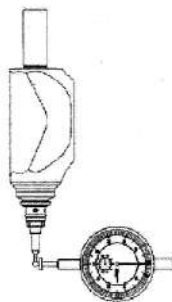

Рис. 4
- Установите индикатор на ноль (рис. 4)